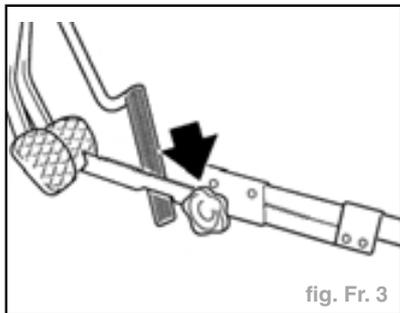

fig. Fr. 3
- Mettre en place le cale-pédale et enfoncer légèrement la pédale de frein, cela évite qu'à l'ouverture des conduites de frein s'échappe du liquide de frein du réservoir et que l'air pénètre dans le circuit (fig. Fr. 3).
- Mettre en place la cale-pédale et enfoncer légèrement la pédale de frein, cela évite qu'à l'ouverture des conduites de freins s'échappe du liquide de frein du réservoir et que l'air pénètre dans le circuit (fig. Fr. 3).